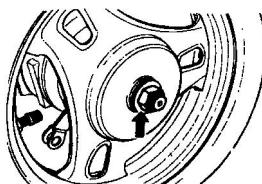

图 1-9
② 检查后轮轴螺母,发现松动及时拧紧(如图 1-9 所示)。